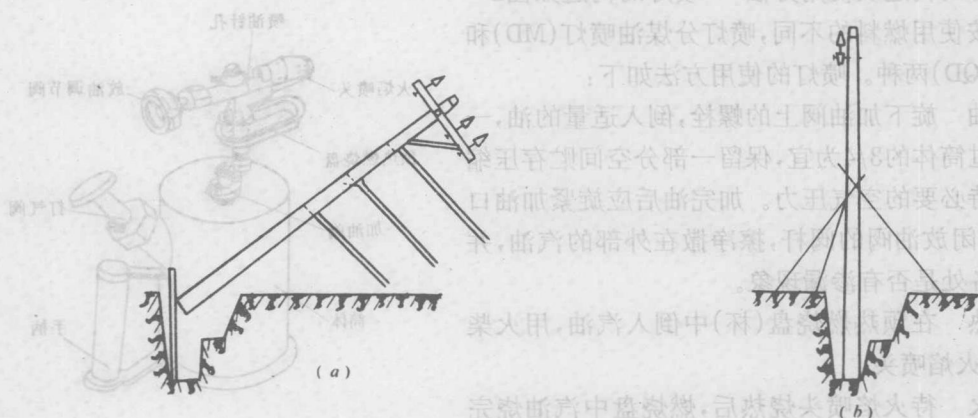

图2-17 叉杆起立木单杆
2) 实习内容 按图2-17所示方法用叉杆起立9米以下木单杆,步骤如下:
①在杆坑中立一滑板并对准杆根,以便杆根下滑,同时防止杆根冲坏坑壁塌方。
②把电杆移进坑口,使杆根顶住滑板。
③用杠子将电杆头部抬起,随即用叉杆顶住,再逐步向杆根交替移动叉杆,如图2-17(a)所示,使杆头不断升高,当杆头升至一定高度时,增加三根叉杆使电杆起立。
④当电杆起立至将近垂直时,将一根叉杆转至对面,以防电杆向对机倾倒,并抽出滑板,同时将另两根叉杆分向左右岔开,以使电杆不向左右倾斜,如图2-17(b)所示。